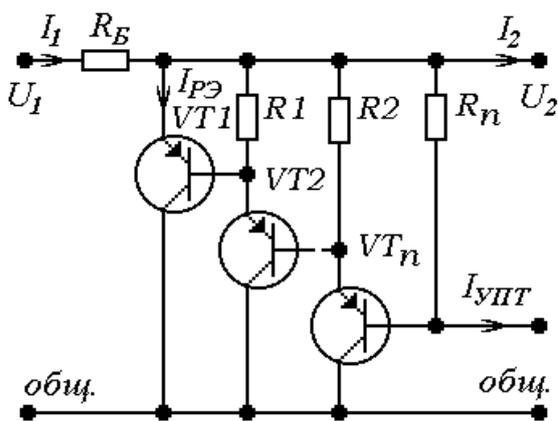

Рис.9. Вариант 9
$$U_{1ном} \geq \frac{1.2U_{2ном}}{1 - \delta_1 - q_1}, \text{ для рис. 9, 10.} \quad (3)$$
$$U_{K1} = U_{2ном}, \text{ для рис. 9, 10.} \quad (5)$$
$$R_B \leq \frac{(1 - \delta_1 - q_1)U_{1max} - U_{2ном}}{I_{2ном}}, \text{ для рис. 9, 10.} \quad (6)$$
$$I_{РЭmax} = \frac{(1 + \delta_1)U_{1ном} - U_{2ном}}{R_B}, \text{ для рис. 9, 10.} \quad (8)$$
$$R_l \leq \frac{\sum_{i=1}^l U_{БЭi}}{I_{KOl}}, \quad l=1 \dots (n-1), \text{ для рис. 9, 10.} \quad (13)$$
$$R_i = R_B, \text{ для рис. 9, 10.} \quad (26)$$